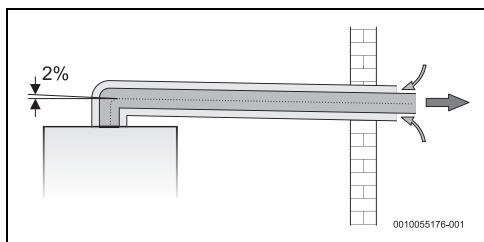

Fig. 15 Instalación tipo C13
- Tener una inclinación negativa (fig. 15)